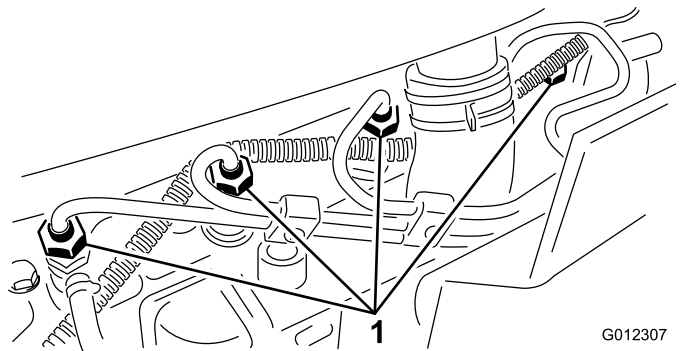

Figura 40
1. Allentate il raccordo dell'ugello n. 1 ed il gruppo portaugelli (Figura 40).